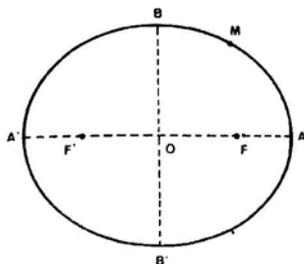

Fig. 1. - Une ellipse : $MF + MF' = 2a$ (longueur constante).
a) **L'ellipse** : Nous débuterons par une définition. L'ellipse, c'est le lieu des points d'un plan tels que la somme de leurs distances à 2 points fixes du plan, F et F' appelés foyers, soit égale à une longueur constante donnée : 2a (fig. 1).